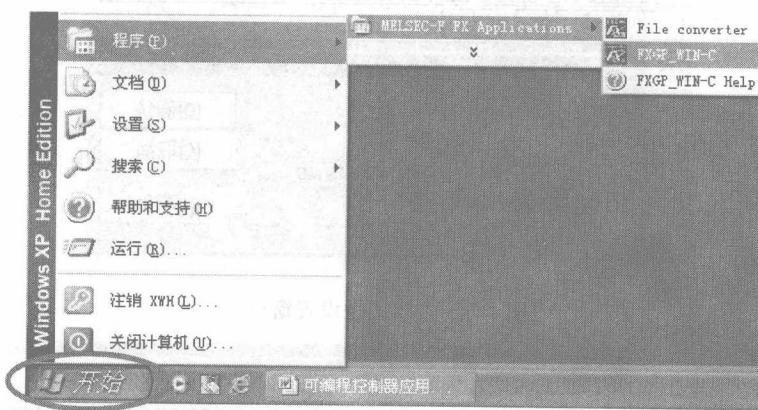

图 2-2 【开始】→【程序】→【FXGP/WIN-C】
(1) 进入 Windows。
(2) 双击桌面图标  或在【开始】菜单中选择【程序】→【FXGP/WIN-C】命令，分别如图 2-1 和图 2-2 所示。